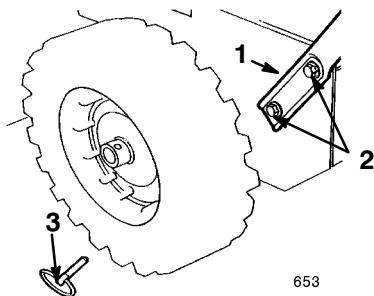

Figure 2
2. Retirez les goupilles d'essieu des deux roues (Fig. 2) et faites glisser ces dernières d'environ 2,5 cm (1") vers l'extérieur.
4. Présentez le mancheron de gauche sur le côté gauche de la machine, face aux trous de montage dans le panneau latéral, et fixez-le à l'aide de deux boulons à tête hexagonale et de rondelles bombées. Serrez à la main (Fig. 2).